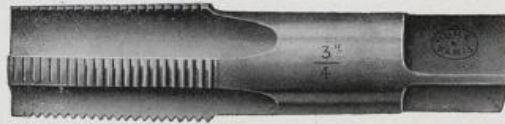
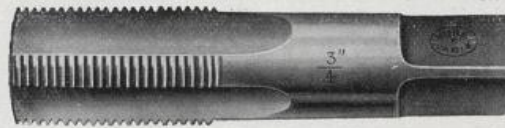

FIG. 838. Conique.
FIG. 839. Cylindrique.
**Composition du jeu de tarauds et diamètre.** — Le jeu de tarauds pour réaliser un filetage déterminé se compose de **deux pièces** : un taraud cylindrique (fig. 839) et un taraud conique (fig. 838). Ce dernier qui a une conicité de 6,25 % est fileté coniquement ; il atteint son plein diamètre à une distance ayant pour valeur du 1/3 au 1/5 du nombre représentant le dit diamètre.